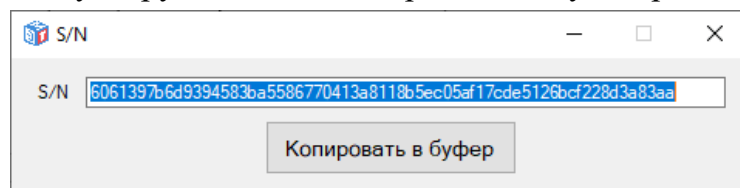

Рисунок 4 – Вид окна вывода информации о серийном номере эксплуатируемого экземпляра ПО «Эмулятор ТПТС»
- 7) в случае отсутствия или неактуальности файла лицензионного ключа пользователю в окне «S/N» будет выведено сообщение, содержащее в зашифрованном виде информацию о серийном номере эксплуатируемого экземпляра ПО «Эмулятор ТПТС» (см. рисунок 4);